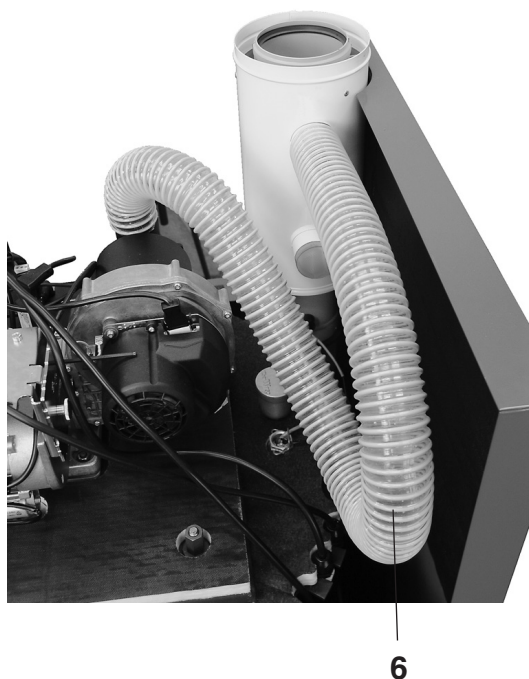

Fig. 09
13. Collegare i flessibili del bruciatore (9, fig. 09).